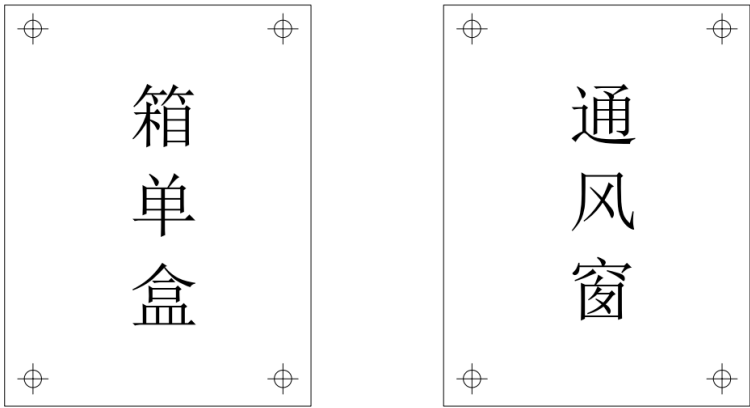

图 14. 通风窗与箱单盒“4 钉法”规范示意图
3、码钉排布规范：通风窗与箱单盒钉挂采用 4 钉法，分别在通风窗的四角码钉，须保证钉头端正，4 钉对齐，如图 14 所示。钢钉长度应小于 30mm；如果长度超过 30mm 时、需要将钉尖突出部分盘倒，或者采用长度小于 15mm 花头螺丝钉固定通风窗。